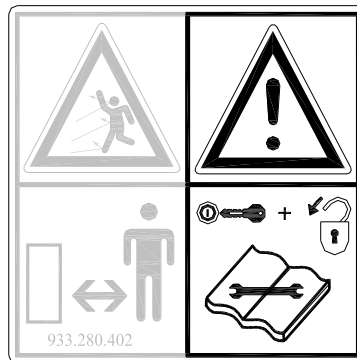
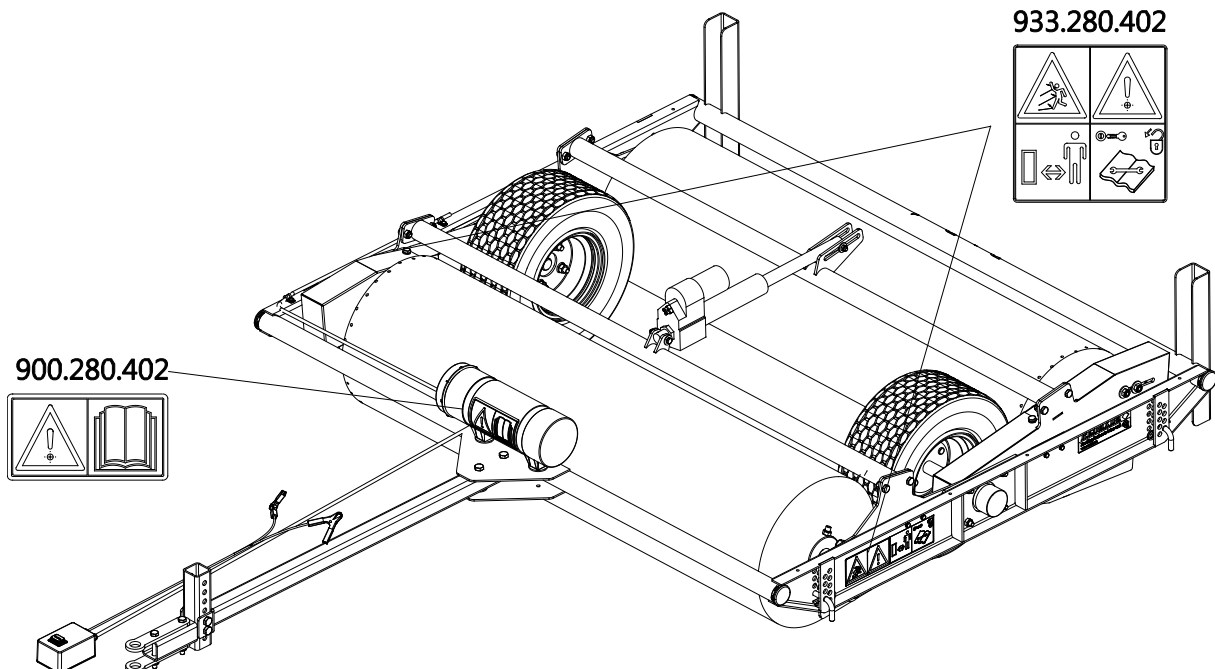

Fig. 2
Fig. 5
Bij onderhoud, afstellen en reparaties **altijd de tractormotor uitschakelen en de tractorsleutel uit het contact halen** (Fig.2)
Contoleer voordat u vertrekt of u zowel dichtbij als veraf goed zicht heeft. Aan zijkanten van de Speed-Brush zijn (Fig. 5) veiligheidsstickers (Fig. 2,3,4) aanwezig met een gelijklopende betekenis. Deze veiligheidsstickers moeten altijd goed zichtbaar en leesbaar zijn en moeten, wanneer deze beschadigd zijn, worden vervangen.
(7) Plaatsing veiligheidsstickers. (Fig. 5)